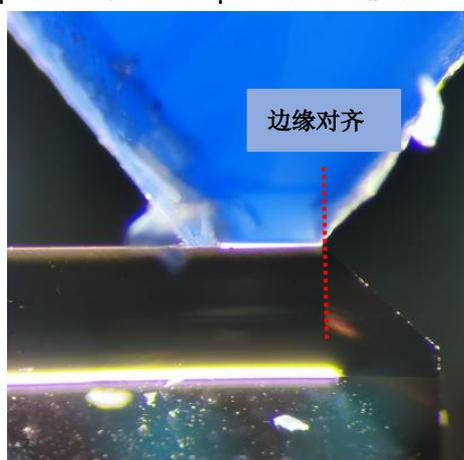

图 6
- e) 向左移动刀锋，使刀锋右边缘与样品截面右边缘对齐，如图 6。点击控制面板右上角 MODE，将模式切换至“Clear”，将数值清零；通过左右移动滚轮将刀锋缓缓向左移动约 400~450 μm 距离，重复步骤 b)；